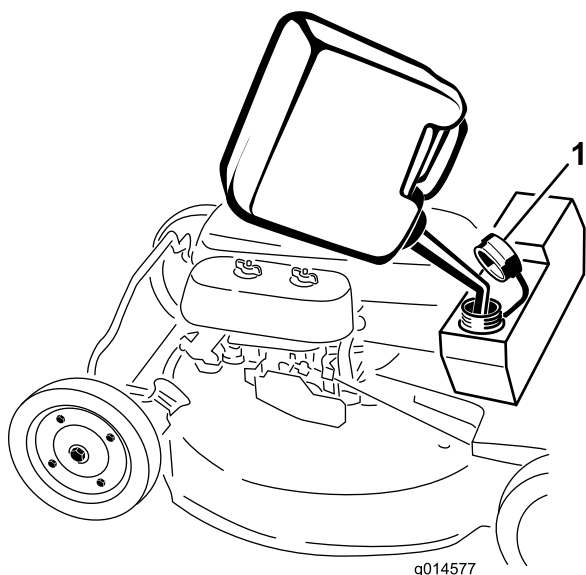

Figura 14
1. Limpie alrededor del tapón del depósito de combustible (Figura 14).